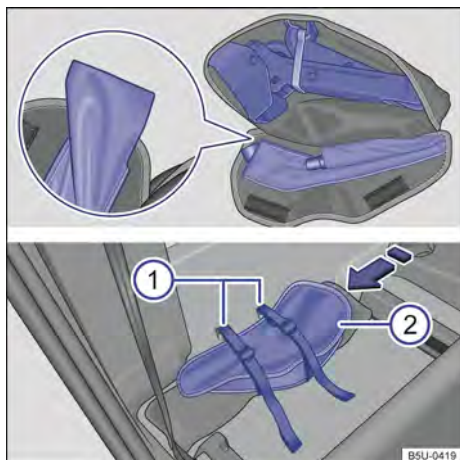

Fig. 172 Atrás do encosto do banco do passageiro: ① cintas de fixação da bolsa das ferramentas de bordo e ② bolsa das ferramentas de bordo.
- Acomodar o macaco na bolsa fechado totalmente → Fig. 172, com a base do macaco na parte maior da bolsa.
- Acomodar a chave de roda no seu devido alojamento e atentar para que a lingueta → Fig. 172 (lupa) seja colocada por baixo da chave de roda, para evitar ruídos durante a condução.
- Posicionar a bolsa das ferramentas de bordo atrás do banco do passageiro, sobre o triângulo de segurança e através das duas cintas de fixação, conforme → Fig. 172 no sentido da seta.
- Para que a bolsa fique corretamente fixada, colocar a bolsa de ferramentas de bordo com os velcros da bolsa voltados para frente → Fig. 172 ②.